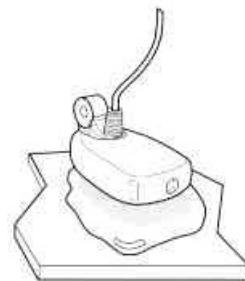

Figure 17
5. Placez le transducteur à l'endroit voulu en effectuant une légère rotation pour éliminer toute bulle d'air, en veillant à orienter la pointe du transducteur vers l'avant (voir Figure 17).